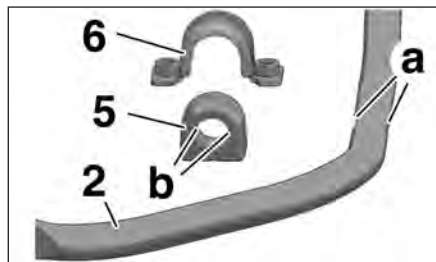

FIG.10
- Aligner les méplats intérieurs (b) des paliers (5) avec les empreintes (a) de la barre stabilisatrice (2) avant de remonter les brides (6) (Fig.10).